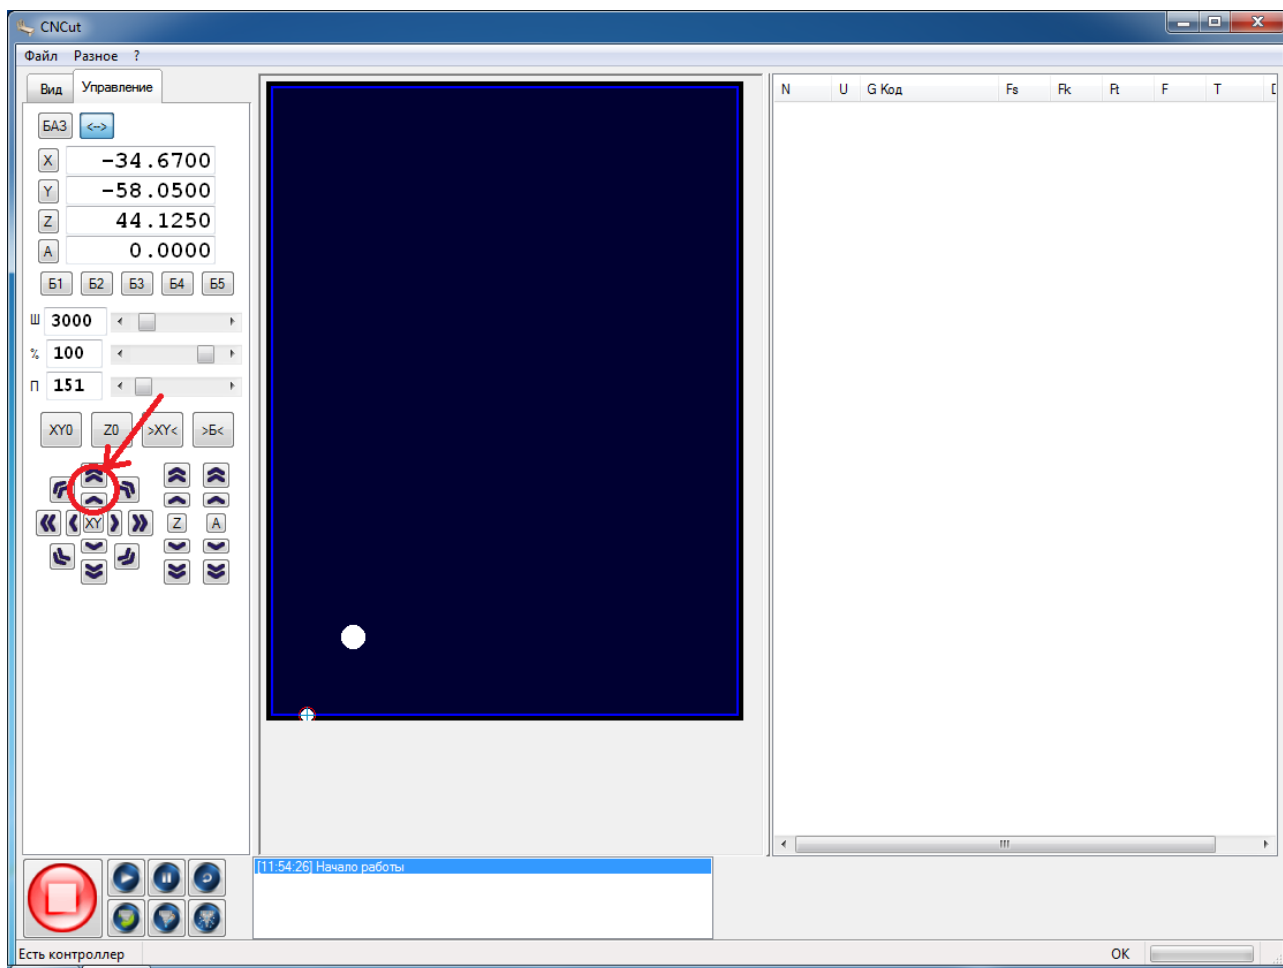

Рисунок 17. Движение по оси «Y» .
7) Проверьте работу по оси Y. На вкладке «Управление» нажмите на стрелочку по оси «Y» вверх. Портал будет двигаться от вас, рисунок 17